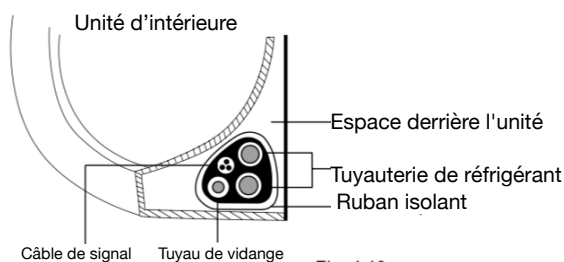

Fig. 4.10
1. Rassemblez le tuyau de vidange, les conduites de produit réfrigérant et le câble de signalisation conformément à la fig. 4.10.
3. À l'aide d'un ruban isolant, enroulez le fil de signalisation, les conduites de réfrigérant et le tuyau de vidange ensemble de façon étanche. Vérifiez que tous les éléments sont groupés conformément à la Fig. 4.10.